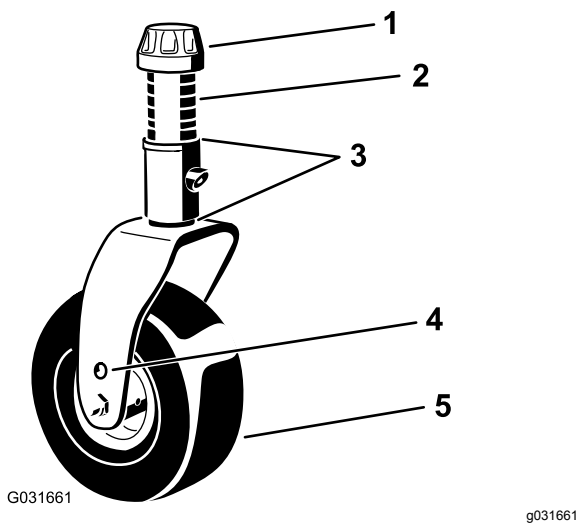
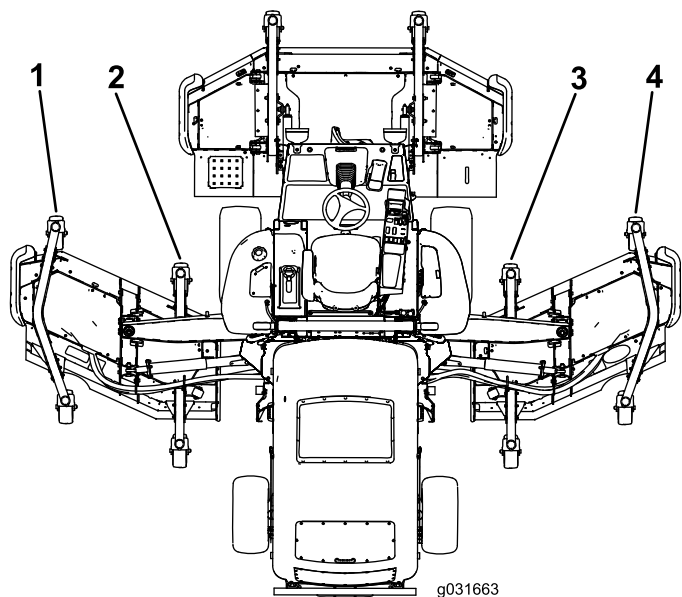

Рисунок 28
Рисунок 29
5. Если внутренняя кромка бокового режущего блока находится слишком высоко по отношению к наружной кромке переднего режущего блока, снимите одну регулировочную прокладку с нижней части рычага переднего внутреннего поворотного колеса на боковом режущем блоке (Рисунок 28 и Рисунок 29).
бокового режущего блока (Рисунок 28 и Рисунок 29).
7. Если внутренняя кромка бокового режущего блока находится слишком низко по отношению к наружной кромке переднего режущего блока, добавьте одну регулировочную прокладку (толщиной 1/8 дюйма) на нижнюю часть рычага переднего внутреннего поворотного колеса бокового режущего блока (Рисунок 28 и Рисунок 29).